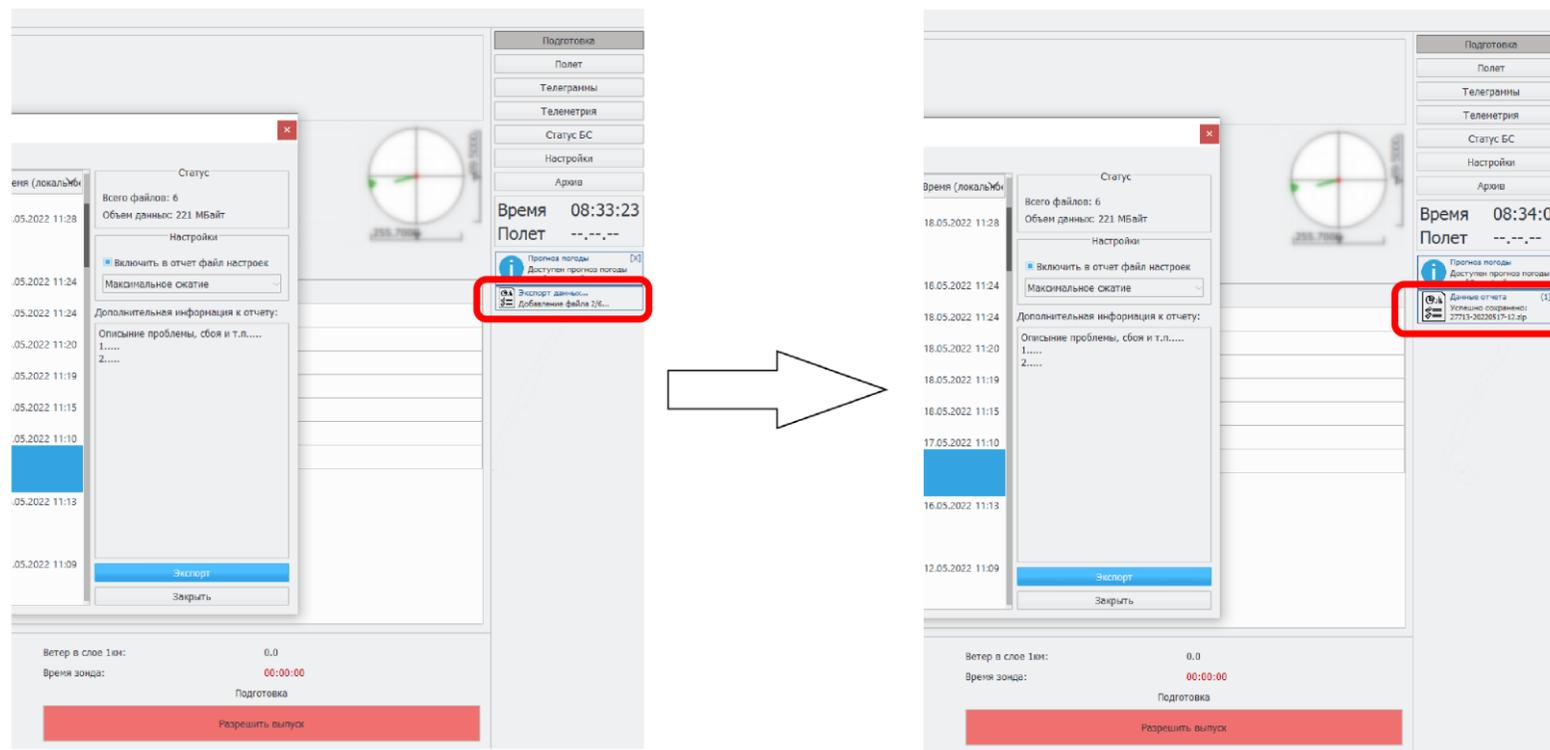

Рисунок 4. Завершение формирования «Отладочного отчета»
7. В «Поле уведомлений» появится сообщение «Экспорт данных...». Формирование отчета может длиться до 2 минут, в зависимости от размера файлов, см. рисунок 4.